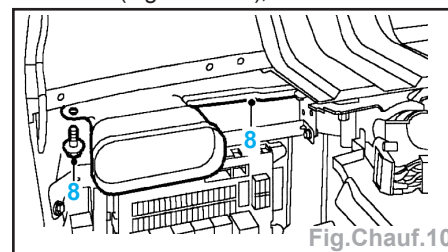

Fig. Chauff.10
- le boulon (8) du conduit de l'aérateur extérieur G au niveau du visage et déposer le conduit (Fig. Chauff.10),